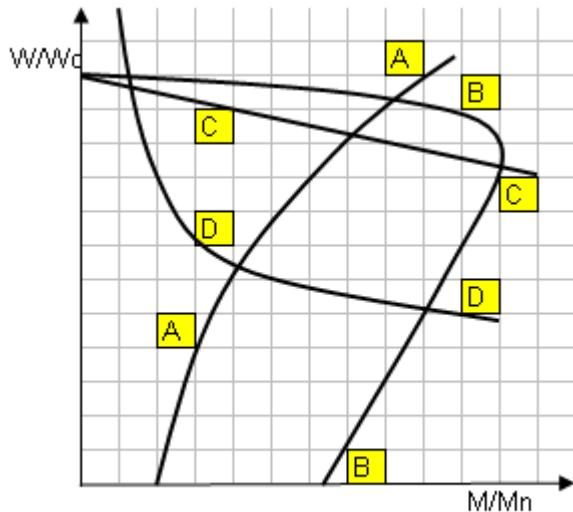

Рис.1. Механические характеристики двигателей
- Механическая характеристика (рис.1) асинхронного двигателя с к.з. ротором
- Механическая характеристика (рис.1) двигателя постоянного тока последовательного возбуждения